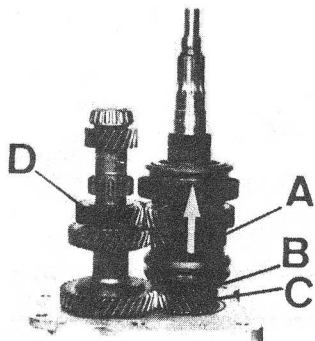

Fig. C1-114 Engranajes caja de velocidades
**1.2. Extraer el conjunto eje principal, A (Fig. C1-114), desplazándolo hacia arriba, habiendo despegado previamente el cono de sincronización, B, de 4a velocidad del cono del engranaje del eje primario, C.**
**1.3. Extraer el eje intermedio.****2.- Montaje****2.1. Montar el eje intermedio, D (Fig. C1-114) apoyándolo sobre su rodamiento delantero.****2.2. Montar el conjunto eje principal, A (Fig. C1-114) de forma que queden sus engranajes perfectamente alineados con los del eje intermedio, D, y giren con suavidad.****2.3. Continuar el montaje invirtiendo las operaciones contenidas en el punto 1.1.**